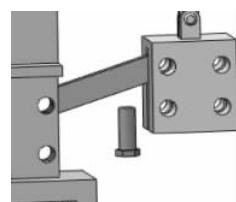

图 3-110 插入螺栓零件
(5) 继续添加连杆的配件,选择零件【螺栓】并在图形区域中的合适位置单击插入,然后使用【装配体】工具栏中的 【移动零部件】移动螺栓到合适的位置,如图 3-110 所示。
(6) 单击【装配体】工具栏中的【配合】按钮 ,弹出【配合】的属性设置。在【标准配合】选项组下选择【同轴心】配合类型 ,在【配合选择】选项组下的选择框中选择连杆螺纹孔和螺栓圆柱面,